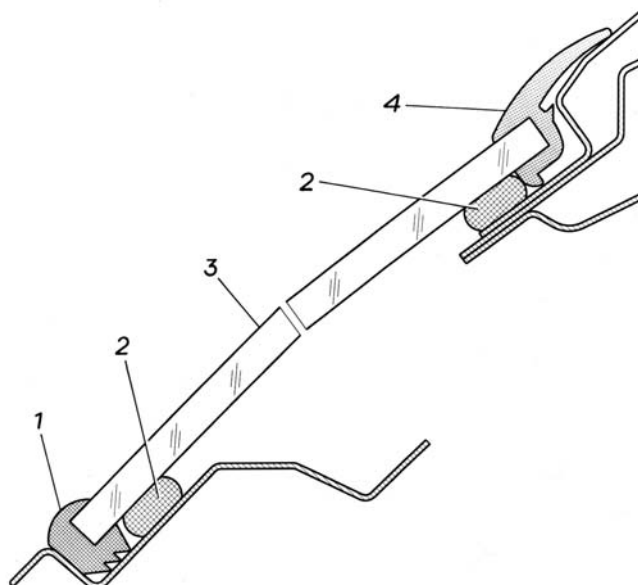

Рис. 9.6. Установка стекла ветрового окна: 1 – упор; 2 – клеевой слой; 3 – стекло; 4 - уплотнитель
– установить на верхнюю кромку стекла уплотнитель 4 (рис. 9.6), на нижнюю – два упора (на расстоянии 400-500 мм друг от друга);